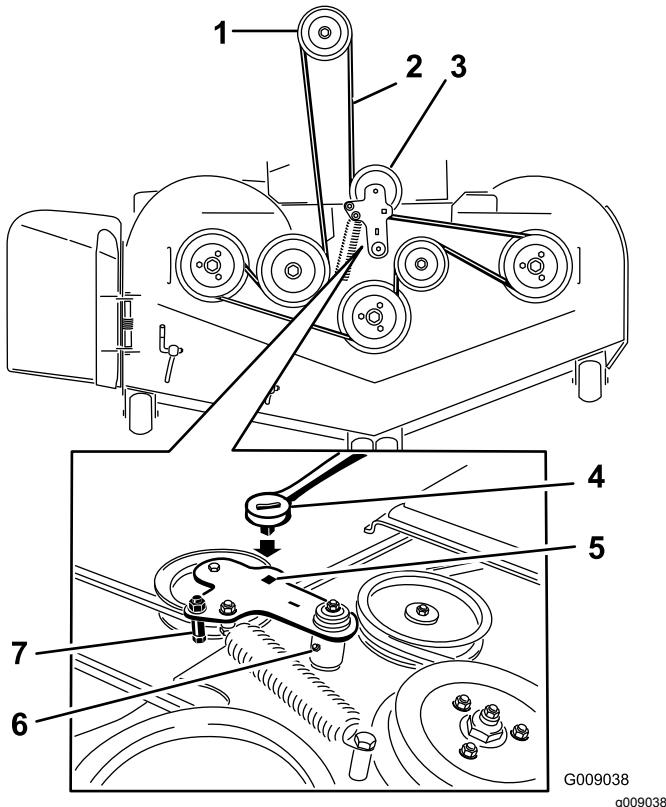

Figure 75
5. Insérez un rochet dans le trou carré du bras de la poulie de tension pour détendre le ressort de la poulie de tension (Figure 75).
7. Enlevez le guide-courroie situé sur le bras de la poulie de tension rappelé par ressort (Figure 75).
9. Acheminez la courroie neuve autour des poulies du tablier de coupe et de la poulie d'embrayage, sous le moteur (Figure 75).
10. Montez le guide-courroie sur le bras de la poulie tension (Figure 75).
11. Insérez le rochet dans le trou carré et montez le ressort de la poulie de tension (Figure 75).